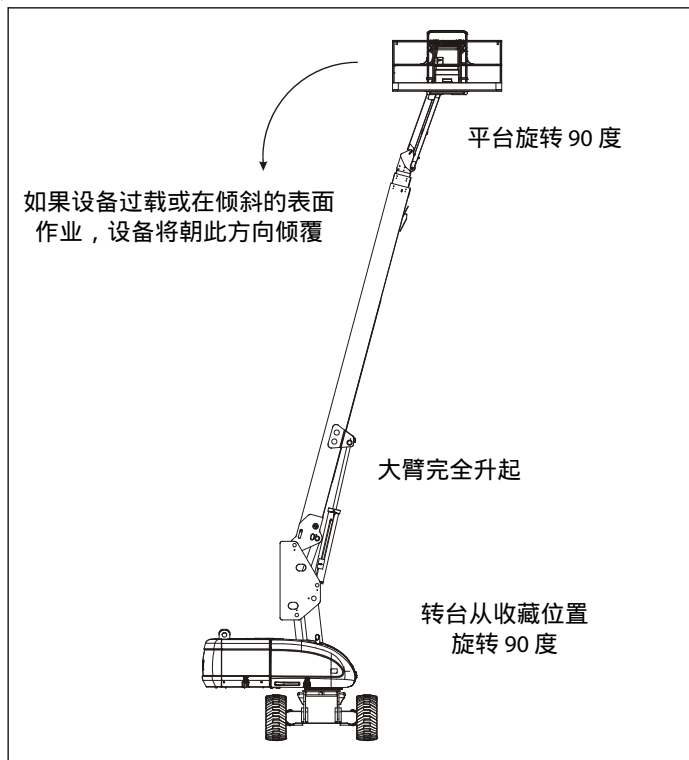
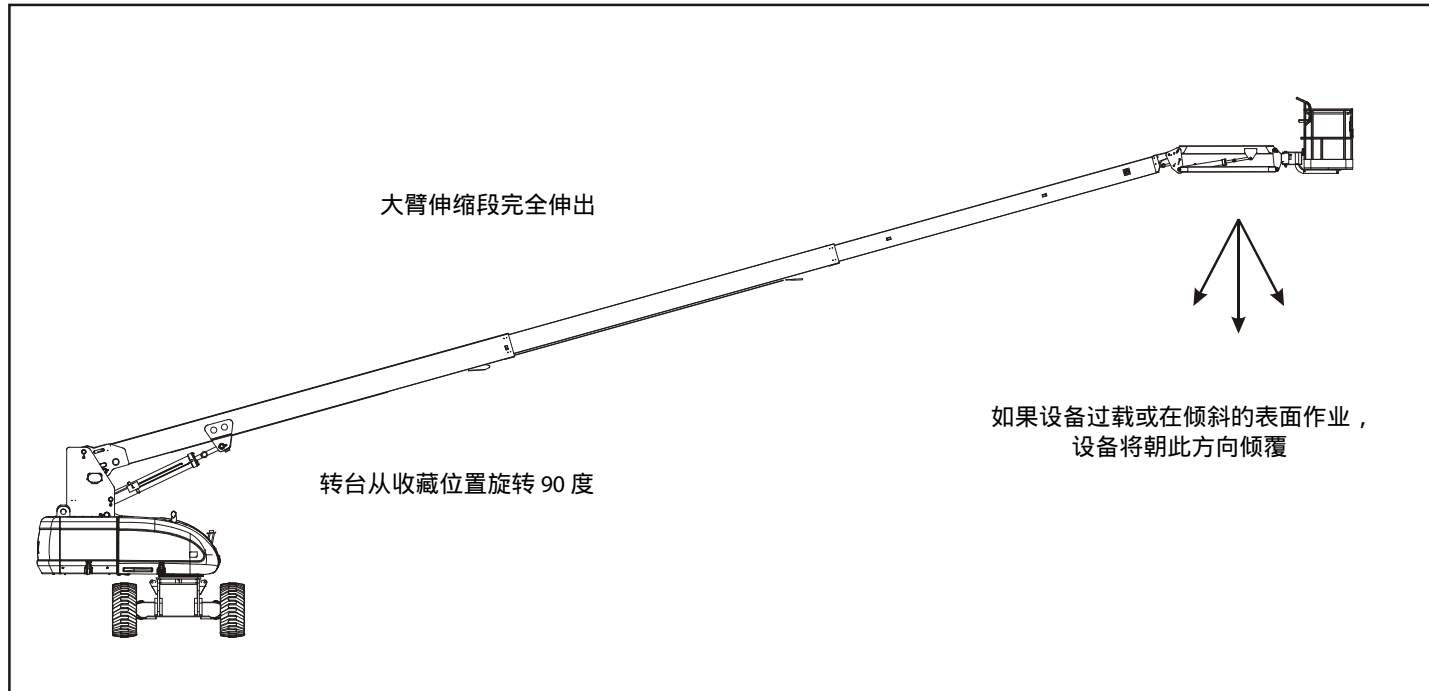

图 4-1. 最小后向稳定性位置
图 4-2. 最小前向稳定性位置
设备稳定性基于下面两 (2) 个条件，分别被称为“前向”和“后向”稳定性。(参见图 4-2.) 显示了设备最小“前向”稳定性的位置，(参见图 4-1.) 显示了设备最小“后向”稳定性的位置